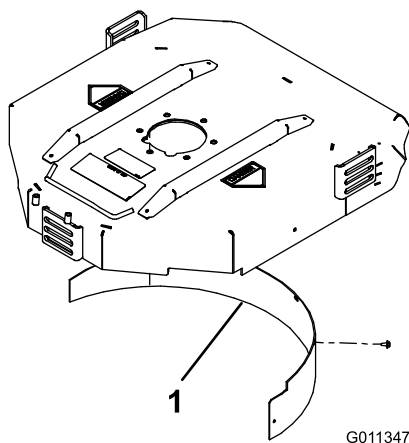

Figura 20
- Instale el deflector de mulching en el hueco trasero y fíjelo con 5 tornillos con arandela prensada (Figura 20).